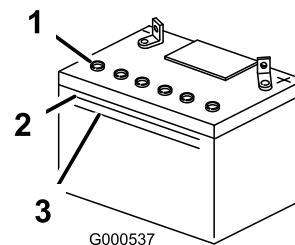

Figure 41
1. Observez le côté de la batterie. Le niveau de l'électrolyte doit atteindre le trait **supérieur** (Figure 41). Le niveau d'électrolyte ne doit pas descendre au-dessous du trait inférieur (Figure 41).
- Enlevez les bouchons d'aération de la batterie (Figure 41).
- Versez de l'eau distillée avec précaution dans chaque élément jusqu'au repère supérieur (Figure 41) sur le côté de la batterie.
- Attendez cinq à dix minutes après avoir rempli les éléments. Au besoin, ajoutez de l'eau distillée pour amener le niveau jusqu'au repère supérieur sur le côté de la batterie (Figure 41).